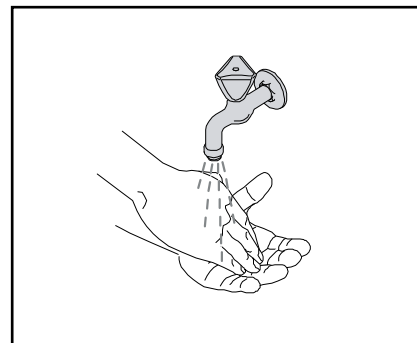

Fig. 3
1. Vask hendene før du berører en produktpakke. (Fig. 3)